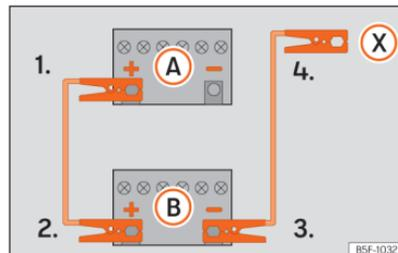

Fig. 193 Esquema de ligação para veículos sem sistema Start Stop.
2. Ligue uma extremidade do cabo *vermelho* de emergência ao polo positivo (+) do veículo com a bateria descarregada (A).
3. Ligue a outra extremidade do cabo auxiliar de arranque *vermelho* ao polo positivo (+) do veículo que fornece a corrente (B).
4. *Veículos sem sistema Start-Stop:* ligue uma extremidade do cabo preto de emergência ao polo negativo (-) do veículo que fornece a corrente (B) >>> Fig. 193.